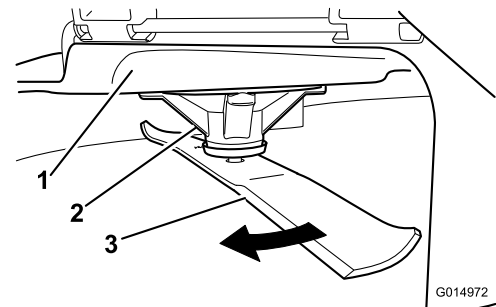

Figura 88
2. Llevando guantes fuertemente acolchados u otro tipo de protección apropiada para las manos, gire la cuchilla lentamente hasta una posición que permita medir la distancia entre el filo de corte y la superficie nivelada en la que descansa la máquina (Figura 88).